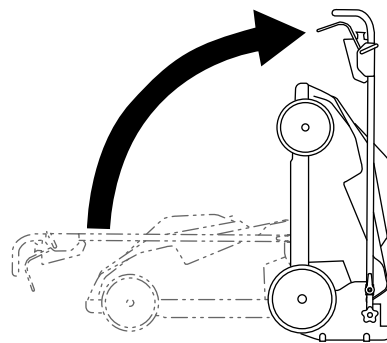

Figure 21
6. Levez l'avant de la machine par le guidon et amenez-la dans un lieu de remisage (Figure 21).
3. Rabattez le guidon complètement en avant, comme montré à la Figure 21.